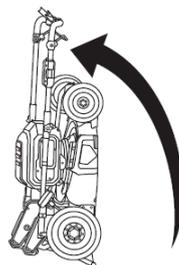

Рис. 26
5. Храните газонокосилку горизонтально или вертикально (Рис. 26).